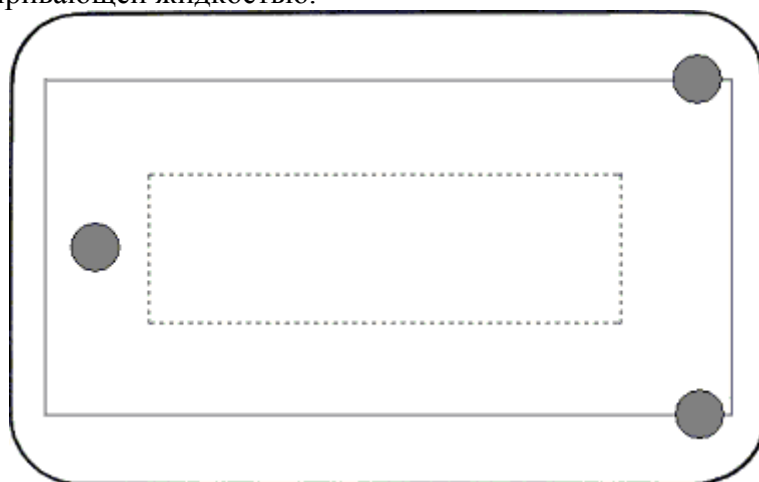

Рисунок 2 ЭКЛЗ (вид снизу)
3. Обработайте указанную на Рис. 2 пунктирной линией часть корпуса ЭКЛЗ обезжиривающей жидкостью.
4. Приклейте на указанное место (на Рис. 2 оно обозначено пунктирной линией) входящую в комплект мягкую ленту, предварительно сняв защитную плёнку с клейкой основы ленты.